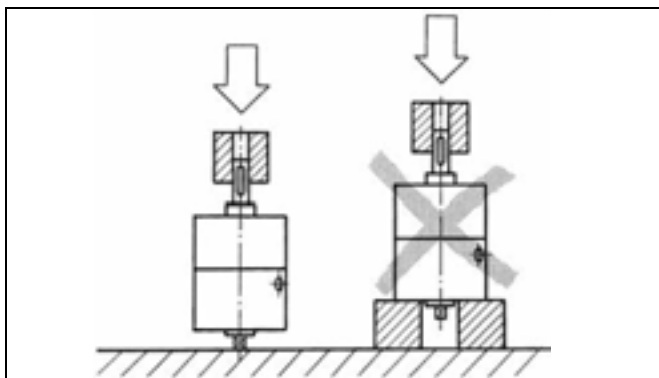

Fig. 4: Belastning av axeln
- Vid fastsättning av exempelvis en koppling på axeln ska presskraften tas upp direkt av axeln, se Fig. 4.